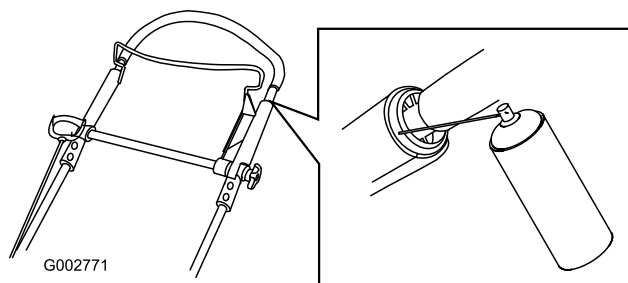

Figura 44
1. Spruzzate il prodotto sull'estremità esterna di plastica della parte interna della stegola (Figura 44).